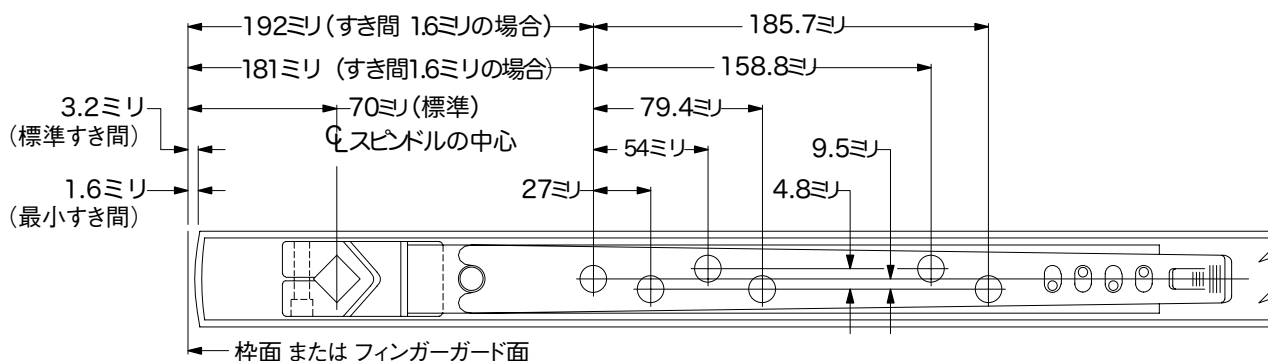

图 11-1
11.1 コンシールド アームをドアに取り付けます。(図11-1)